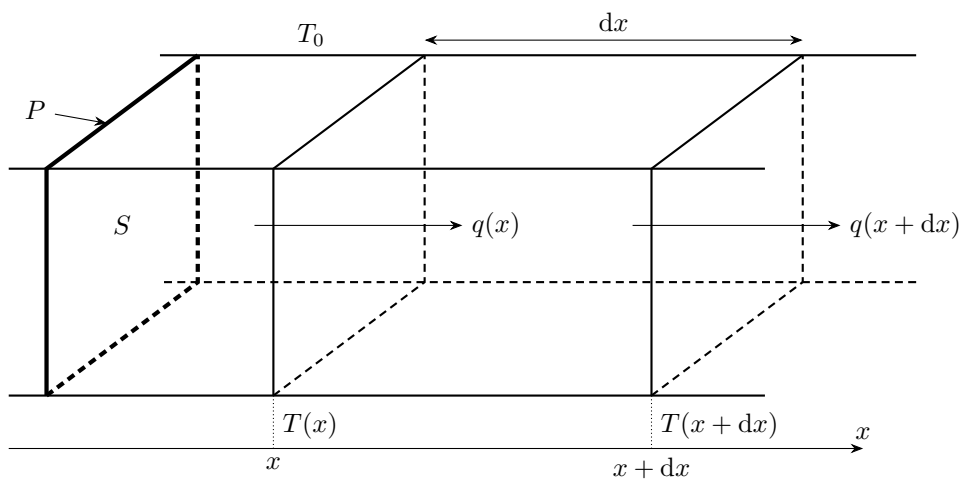

Рис. 2. Нагреваемый стержень
В этой части мы выведем зависимость температуры от координаты вдоль стержня, то есть уравнение (4). Рассмотрим некоторый кусок стержня, расположенный между точками x и $x + dx$. Слева от него стержень горячее, поэтому наш кусок получает в единицу времени теплоту $q(x)$. Через правую границу наш кусок отдаёт в единицу времени теплоту $q(x + dx)$ (см. рисунок 2). Рассматриваемый кусок мал по длине, поэтому можно считать, что его температура одинакова и равна $T(x)$. Более того, мы рассматриваем стационарный случай, то есть температура не меняется со временем.